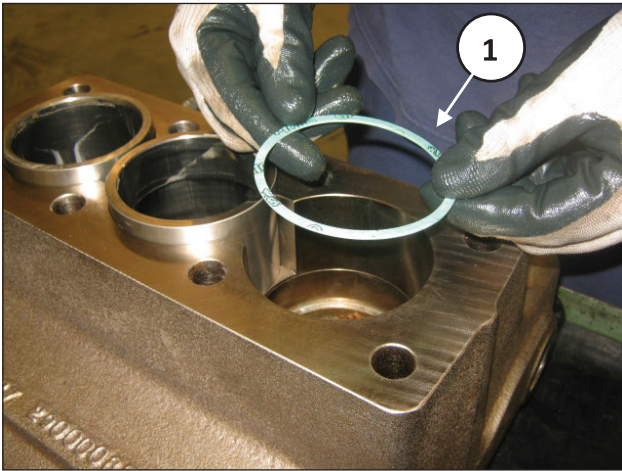
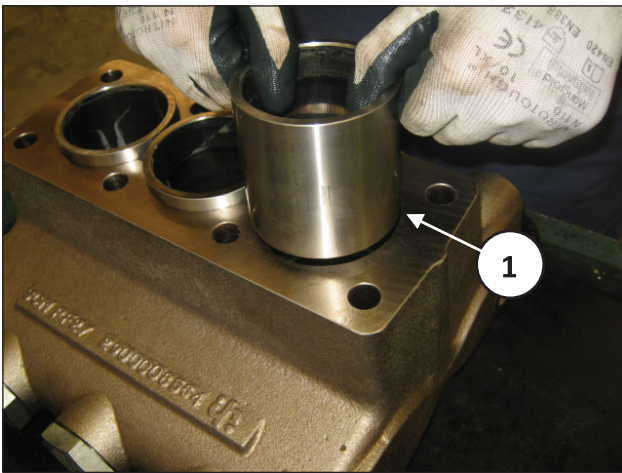

Abb. 139
Abb. 140
Setzen Sie in den Zylindersitz am Kopf die Dichtungen (Pos. ①, Abb. 139) und die Zylinder ein (Pos. ①, Abb. 140).